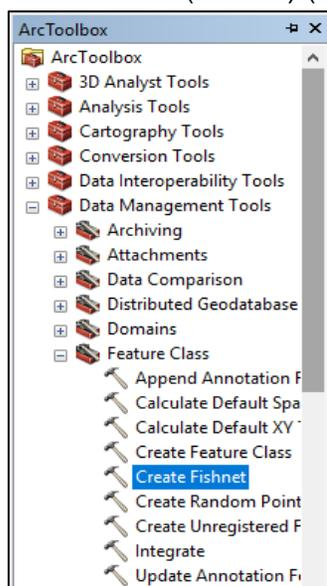

Figura 8. Crear una cuadrícula para la localización de las parcelas.
- 1.2.1 Utilizando un software de SIG, seleccionar [Create Fishnet] en las herramientas (toolbox) (Figura 8).